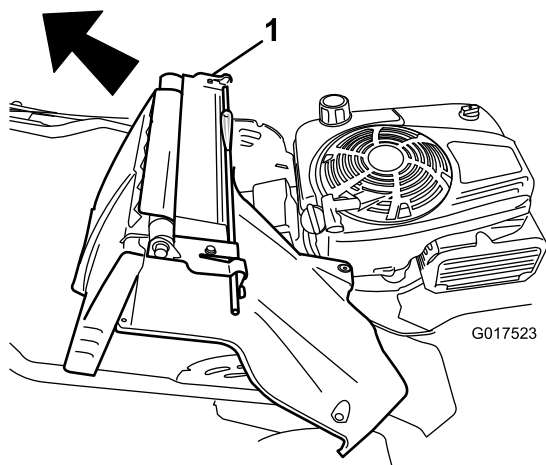

Рисунок 37
7. Снимите заднюю дверцу и рычаг фиксации рукоятки в сборе (Рисунок 37).